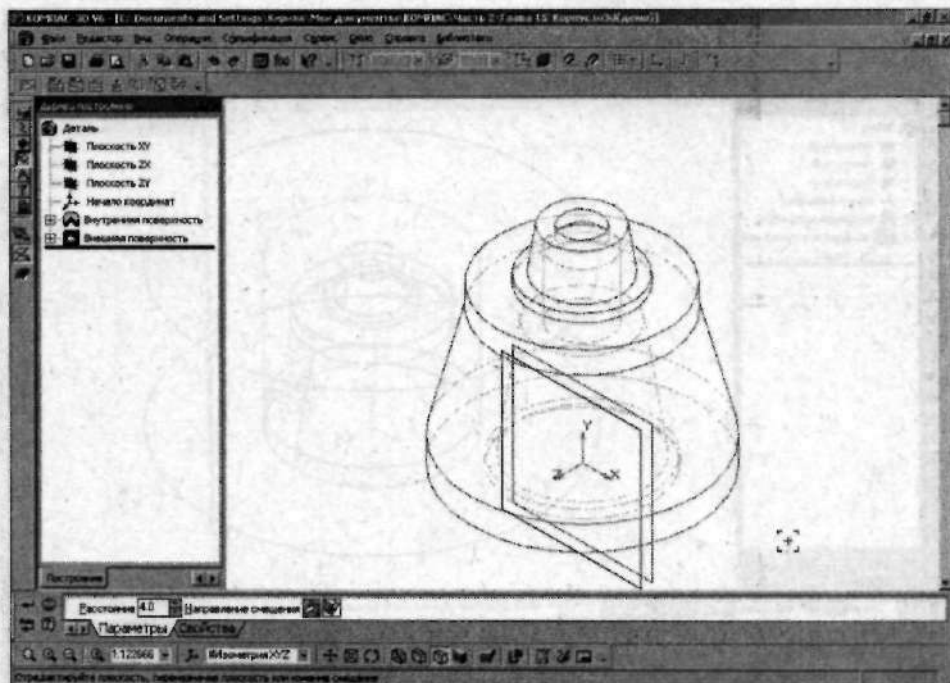

Рис. 2.180. Создайте вспомогательную плоскость
8. Перейдем к построению вырезов и ребер жесткости. Поскольку ширина ребра равна 8 мм, то создайте плоскость, параллельную XY и удаленную от нее на расстояние 4 мм (рис. 2.180). Чтобы создать плоскость, перейдите на панель инструментов **Вспомогательная геометрия**.